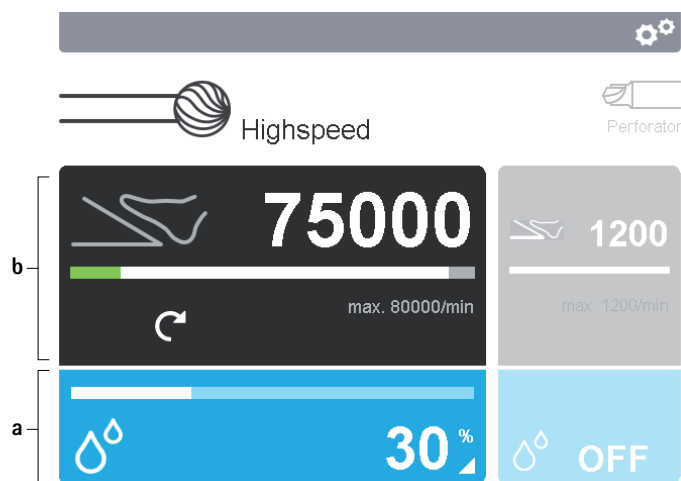

Fig. 5 Activación de los paneles de mando
- Modificación de los parámetros de ajuste del elemento de aplicación: Accionar el panel de mando del elemento de aplicación **b** en la pantalla 2, ver Fig. 5.